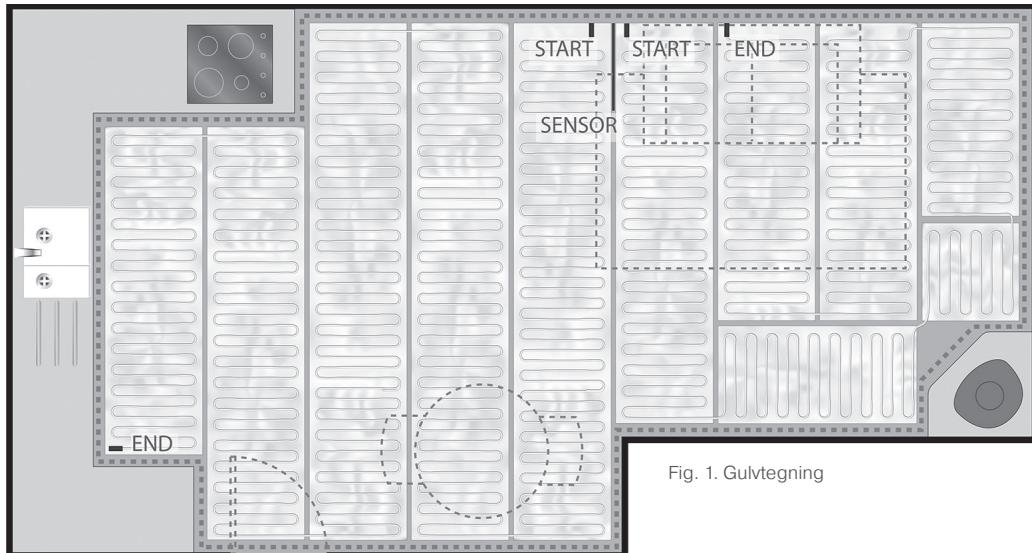
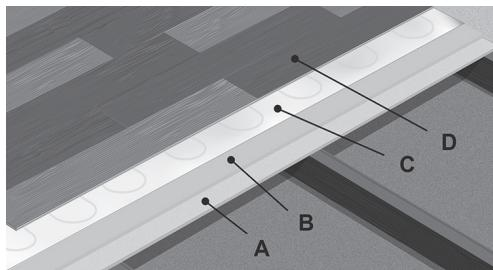

Fig. 1. Gulvtegning
Fig. 2. Gulvoppbygging
Når du planlegger gulvvarmeoppsettet (Fig. 1), er det retningslinjer som må følges for å utføre en riktig installasjon. Nedenfor er retningslinjene som skal oppfylles ved planlegging av installasjon og tegning av rommet (se Fig. 1 – oppvarmet område avgrenset av stiplet linje).
Flere varmematter kan kombineres for å gi en god dekning i et rom, men mattene må alltid ha samme effekt per kvadratmeter. Det anbefales å installere så få matter som mulig. Du må fastslå tilkoblingspunktet til termostaten og plasseringen av gulvsensoren og inkludere den i tegningen (se Fig. 1 som eksempel).
**1.** Lag din egen tegning av rommet når du planlegger installasjonen (Fig. 1). Dette er nødvendig for å installere varmematten riktig og for å dokumentere installasjonen. En typisk gulvoppbygging når du installerer Alumat (Fig. 2).